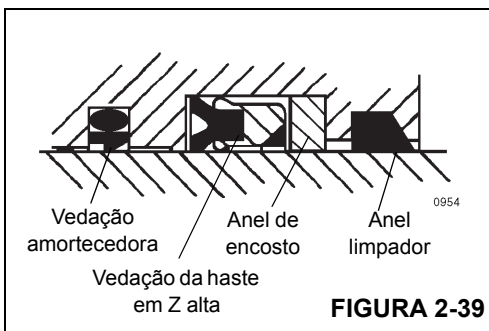

FIGURA 2-39
1. Instale o anel de encosto e o anel limpador no anel de trava (consulte a Figura 2-39).
4. Instale os anéis de desgaste de reposição, a vedação amortecedora e a vedação da haste em Z alta na parte interna da cabeça (consulte a Figura 2-39). Verifique se o entalhe da vedação amortecedora está mais próximo da vedação da haste em Z alta. Verifique se a ranhura do aro da vedação da haste em Z alta está mais próxima da vedação amortecedora.